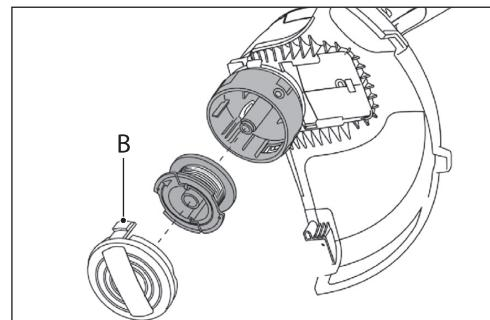

Рис. 4
Если леска слишком длинная, то нажмите и удерживайте две защелки (B), снимите колпачок (рис. 4). Проверните катушку против часовой стрелки, пока леска не достигнет желаемой длины.